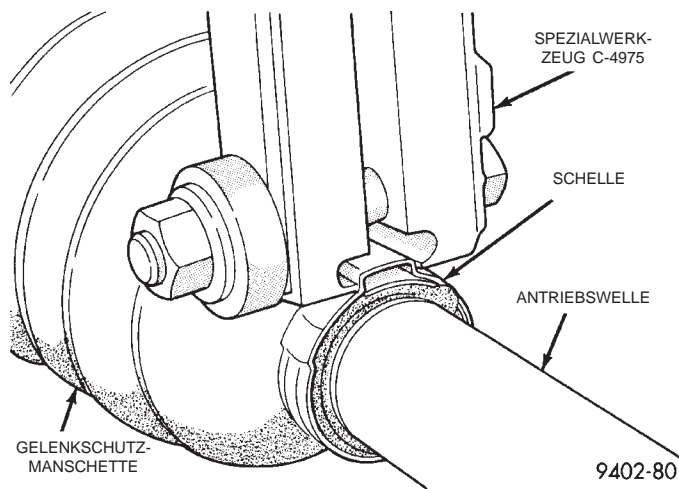
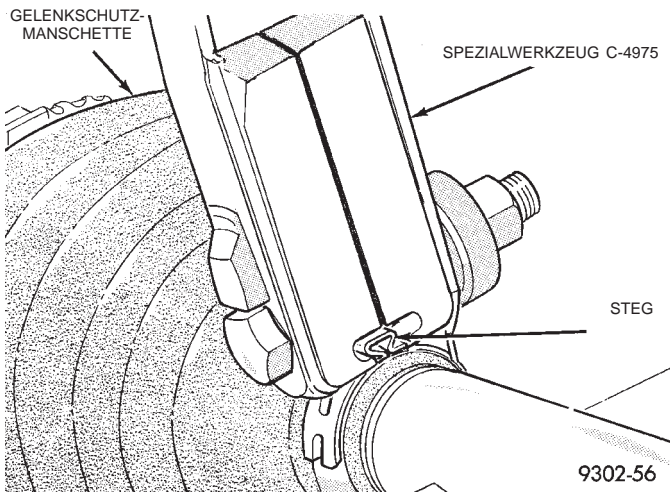

Abb. 29 Quetschwerkzeug an der Schelle montiert
Abb. 30 Schelle der Gelenkschutzmanschette montiert
(6) Die Gelenkschutzmanschette über die entsprechende Nut der Antriebswelle schieben. Die Schelle gleichmäßig um die Manschette legen.
(7) Die Schelle auf der Antriebswelle mit Spezialwerkzeug C-4975 nach folgender Anleitung zusammenquetschen. Spezialwerkzeug C-4975 über dem Steg der Schelle ansetzen (Abb. 29). Die Mutter des Spezialwerkzeugs C-4975 anziehen, bis die Backen des Werkzeugs dicht aneinanderliegen (Abb. 30).